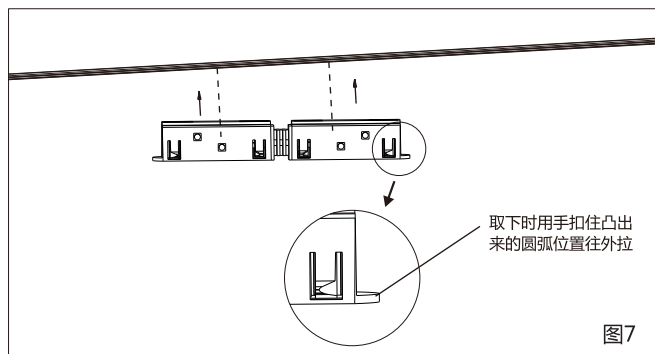
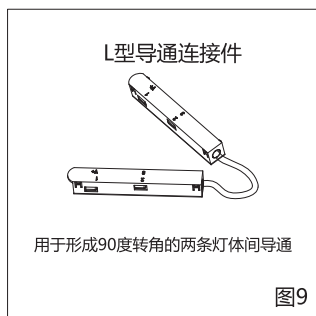

图7
图9
8.把所有拼接段固定到天花板或墙面上后进行导通连接,其中直线拼接的位置装入型导通连接件 IJ,转角拼接的位置装入 L型导通连接件 RJ 进行导通连接,如图 7~图 9所示;